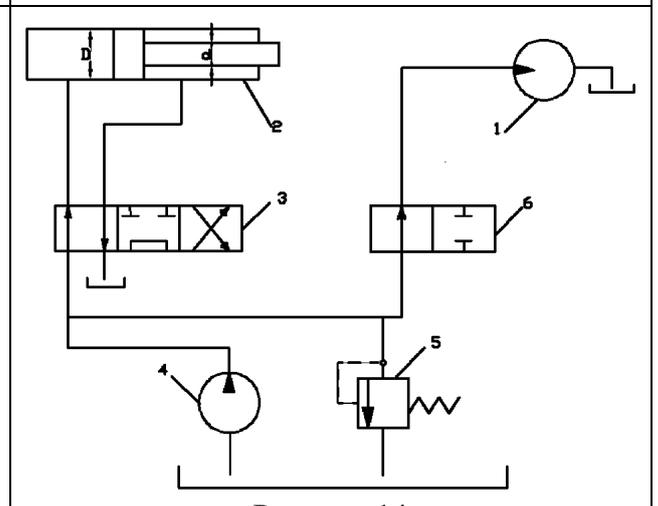

Рисунок 14
14. В объемном гидроприводе (рис. 14) используется гидромотор 1 с рабочим объемом $q_0 = 25$ см³ и гидроцилиндр 2 диаметром $D = 100$ мм. Уплотнение поршня в гидроцилиндре манжетное. С учетом суммарной утечки масла в гидроаппаратуре в количестве $\Delta Q = 300$ см³/мин определить, какую подачу создает насос 4, когда выходной вал гидромотора вращается со скоростью $n = 980$ об/мин, а поршень гидроцилиндра перемещается со скоростью $v = 2$ м/с. Объемный КПД гидромотора $\eta_{об} = 0,98$.